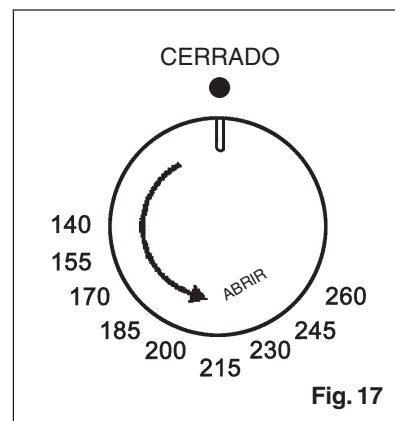

Fig. 17
Permite seleccionar la temperatura más idónea en función de las exigencias de los alimentos que se deben cocinar. Si se gira el selector hacia la izquierda se obtiene la temperatura deseada, hay que colocarlo en el valor elegido entre el mín. (inicio del selector) y los 260° (fig. 17).
- Pulsar levemente el selector del termostato y girarlo hacia la izquierda hasta la posición 260° C (fig.17)